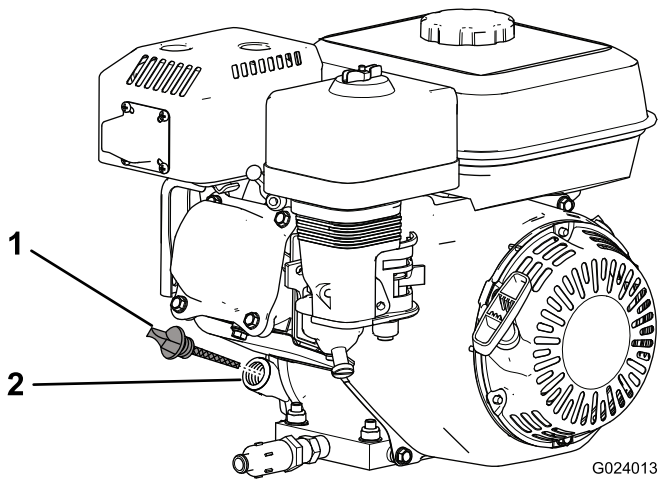

Figura 26
2. Pare o motor, espere que arrefeça e limpe a área em torno do tampão de enchimento de óleo/vareta (Figura 26).